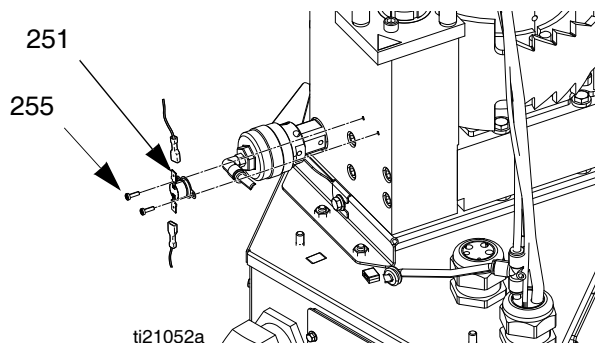

FIG. 41
- Installare gli isolatori (53, 75) sul gruppo fonditore (5).
- Collegare il morsetto ad anello del filo di messa a terra (87) e la vite di messa a terra (88) al gruppo fonditore (5).
- Collegare i connettori del filo all'interruttore di sovratemperatura (251). Vedere FIG. 41 a pagina 69.
- Utilizzare i dadi (3) per installare la copertura in metallo (27).
- Tirare il tubo dell'aria della valvola di scarico (36) attraverso l'alloggiamento in metallo, quindi fissare il tubo dell'aria alla valvola di scarico (245).
- Installare lo sportello di accesso anteriore (10) sul quadro elettrico (1).
10. Scollegare i connettori del filo dall'interruttore di sovratemperatura (251). Vedere FIG. 41 a pagina 69.
11. Estrarre il cavo dall'armadio elettrico, quindi gettare il sensore (125) e i fili.
1. Inserire i nuovi fili del cablaggio attraverso la guarnizione (63) nella parte superiore dell'armadio elettrico.
2. Collegare i connettori dei fili all'interruttore di sovratemperatura (251). Vedere FIG. 41 a pagina 69.
3. Posizionare il sensore di temperatura del riscaldatore a fascia (125) nel fonditore.
4. Serrare la vite (AA).
Smontaggio (vedere FIG. 41):
Rimontaggio (vedere FIG. 41):